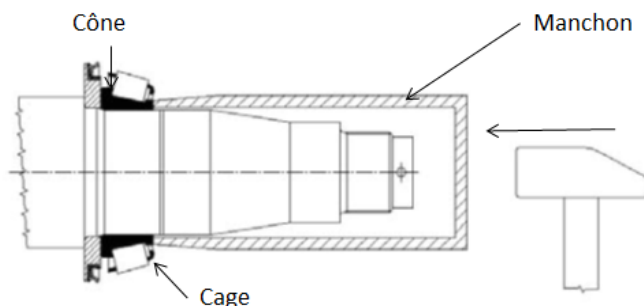

Figure 38 — Remontage d'un roulement de moyeu
4. Insérez jusqu'au fond la bague intérieure (cône) du gros roulement sur la fusée. Veillez à ne pas endommager la cage du roulement. Pour remonter l'ensemble cône/rouleaux/cage sur la fusée, utilisez un outil, au besoin, comme le montre la Figure 38. L'effort de poussée doit s'appliquer uniquement sur le cône, jamais sur la cage ou sur les rouleaux, car cela entraînerait une détérioration du roulement.